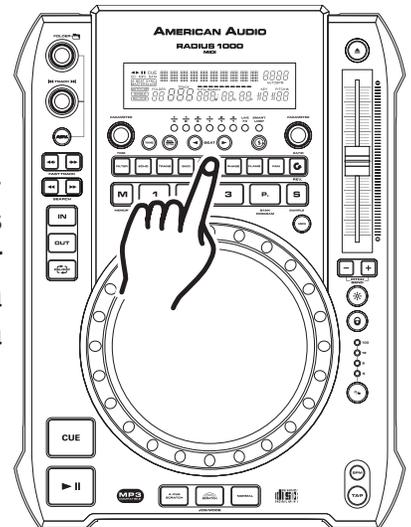

Figura 52
BOTÓN HOLD: Emplee el **BOTÓN HOLD** (24) para proteger los parámetros que eligió. Si este botón no ha sido activado, todos los cambios que practique a sus parámetros serán sólo momentáneos. Para activar la función hold, presione el **BOTÓN HOLD** (24), como se indica en la figura 52. Una vez activada la función, el **BOTÓN HOLD** (24) se ilumina en color azul.